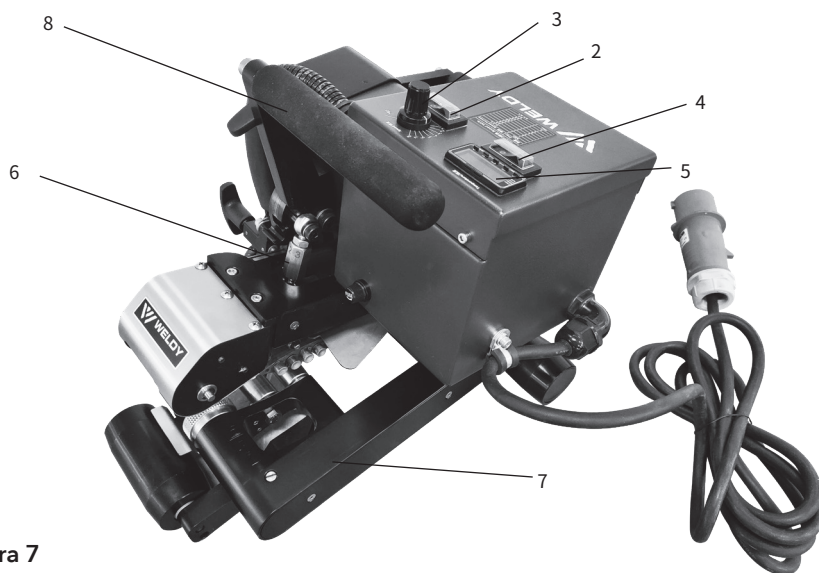

Figura 7
- Con un conductor de tornillo Phillips retire la cubierta inferior de la cadena del basti(#7, figura 7) para exponer el perno de bloqueo para el rodide de contorno inferior delantero.